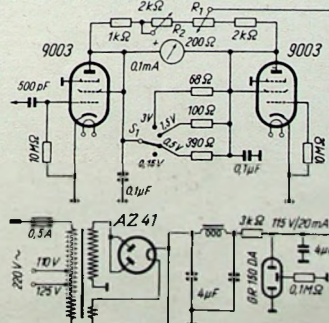

Bild 4. Schaltung des Audion-Röhrenvoltmeters
Rechts: Bild 4. Magnetabmessungen zur Festlegung des Luftspaltquerschnittes  $Q_L$ .
$$Q_L = \left( \frac{d_1 + d_2}{2} \right) \cdot \pi \cdot h \text{ cm}^2 \text{ (Bild 4)} \quad (3)$$
Die in Bild 4 gezeigte Schaltung eines Audionröhrenvoltmeters für den Gesamtmeßbereich von 0,01...3 V, der in vier Einzelbereiche aufgeteilt ist, verwendet zwei Pentoden 9003. Die erste Röhre befindet sich aus bekannten Gründen in einem Tastkörper. Die zweite Pentode 9003 dient zur Kompensation des Anodenruhestromes. Die Nullpunkteinstellung geschieht durch den 2 k $\Omega$ -Regler R2, der lineare Kennlinie besitzen soll. Eine zusätzliche Nullpunktgleichung gestattet das 200- $\Omega$ -Potentiometer R1, das als Feinregler gedacht ist.